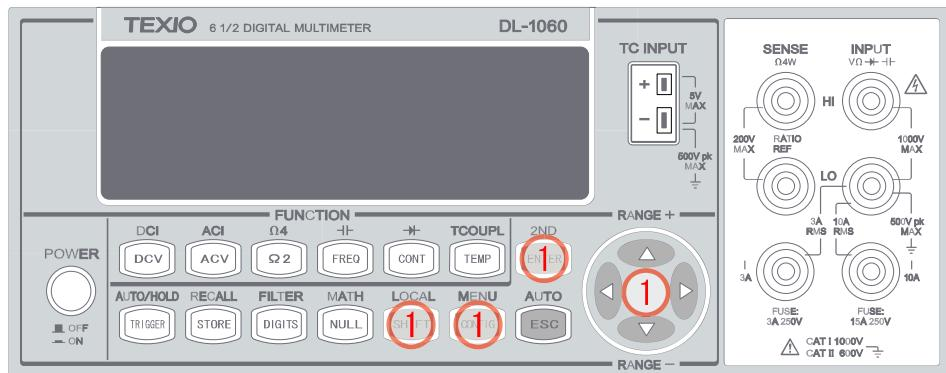

図 3-31
- ① ◇・▷、ENTER ボタン等を使い、MENU(SHIFT+CONFIG) > SYSTEM > BEEP > ON/OFF の順で操作し、ビープ音の ON/OFF を設定します。使用するボタンを図 3-31 に示します。